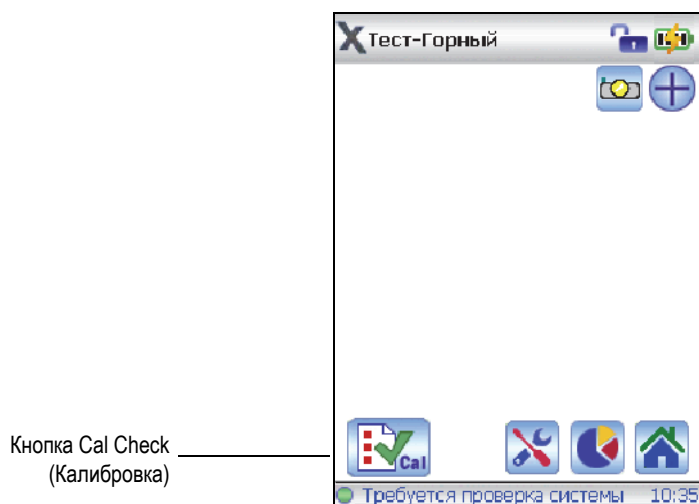

Рис. 6-3 Сообщение о необходимости калибровки
6. Перейдите на страницу **Настройки теста** и нажмите Cal Check (см. Рис. 6-3 на стр. 17).